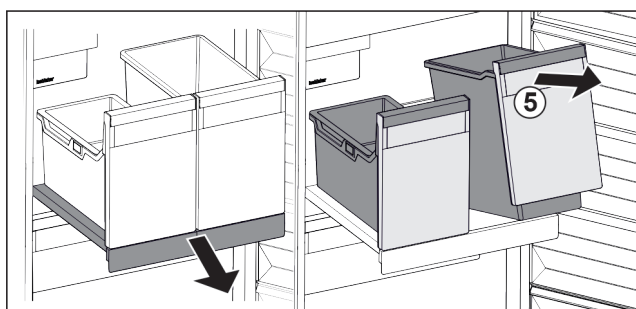

Fig. 123
- ▶ Nadvihnite nádobu Fig. 123 (5) vpredu.